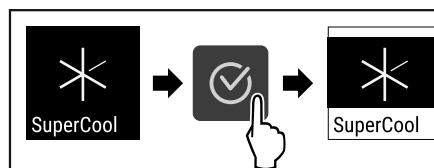

Fig. 73
- Εκτελέστε τα βήματα ενεργειών (βλέπε Fig. 73).